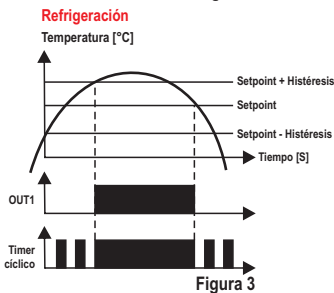

Figura 3
- Salida del timer cíclico conectada siempre que la salida de la 1ra. etapa estuviera conectada (F22=4): en este modo de operación el timer alterna conforme los tiempos configurados en F20 ( $\overline{[E\ 0\ F\ F]}$ ) y F21 ( $\overline{[E\ 0\ F\ F]}$ ) y cuando la salida de la 1ra. etapa conecta, la 3ra. etapa para de alternar y mantiene la salida conectada, como muestra la Figura 3.